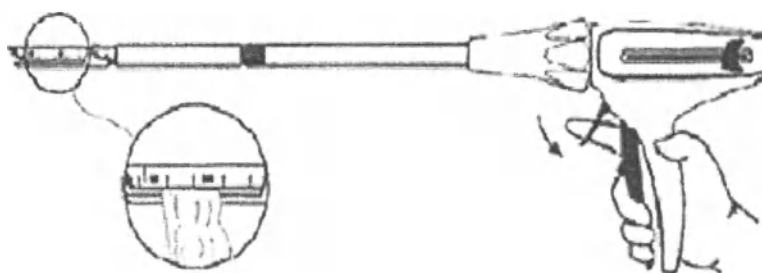

Рисунок 10 – Предохранительная блокировка степлера
5. Закройте зажим загрузочного устройства поперек ткани, с которой будете работать, полностью сжимая ручку. Степлер оснащен предохранительной блокировкой; степлер не будет стрелять скобами и разрезать ткань, если зеленый курок не будет вытягивен (рис.10).